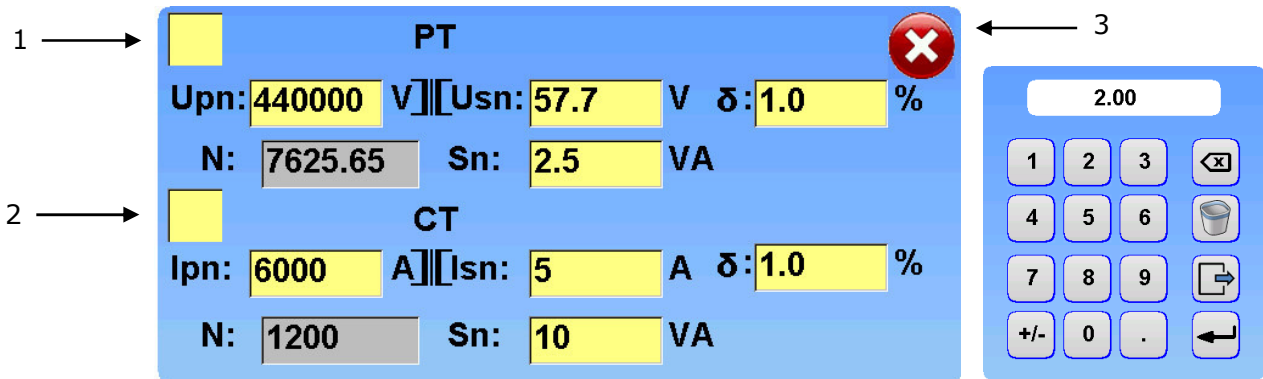

Abb.6.3. Fenster mit Transformatoreinstellungen und numerischer Tastatur
- Drücken Sie das Symbol  oder , um das Einstellfenster für Wandler zu eröffnen (☞ Abb.6.3).
- Wenn eins der Fenster (☞ Abb.6.3 pos.1 oder 2) bearbeitet wurde zeigt der Analysator das Symbol  und der Analysator übernimmt das PT and CT Verhältnis.
- Wenn beide Fenster unbearbeitet sind (☞ Abb.6.3 pos.1 und 2) zeigt der Analysator das Symbol  und ignoriert das PT and CT Verhältnis.